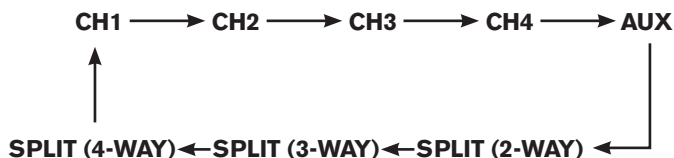

Fig. 2 Séquence de sélection de la source
- Appuyer sur le bouton 'Select' établit la séquence des modes d'entrée dans l'ordre indiqué à la fig. 2.